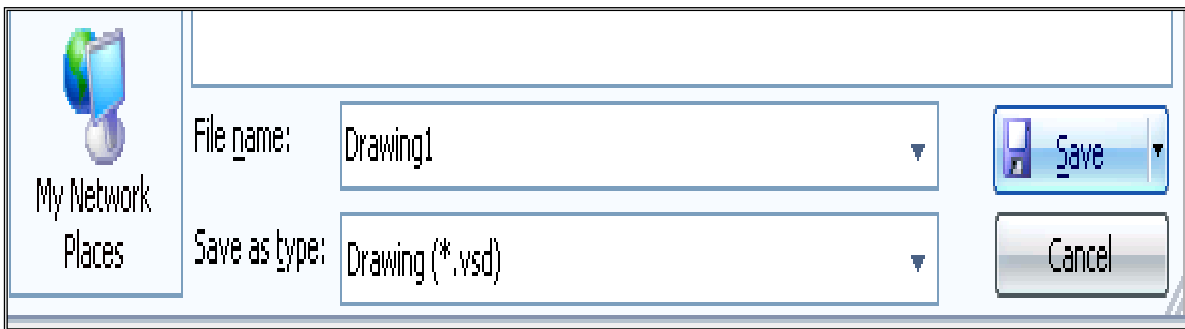

Рис.62. Сохранение файла в формате редактора
19. В программе Visio возможно сохранение рисунков во множестве графических форматов. По умолчанию файлы сохраняются в формате Drawing (Рис. 62). Сохранить рисунок в разных форматах: 1) в собственном формате редактора - с помощью команд **File – Save As** в диалоговом окне «Сохранение» в поле “*Save as type:*” выбрать тип файла ***.vsd** (по умолчанию).